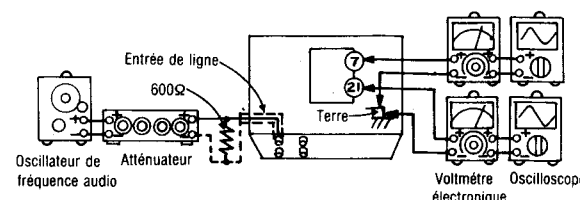

Fig. 10
1. Le raccordement de L'équipement d'essai est montré à la Fig. 10.
3. Régler avec l'atténuateur de telle sorte que la puissance de sortie entre la borne ⑦ de IC401 (canal de gauche) [IC402 (canal de droite)] et la masse soit de 12,3mV.